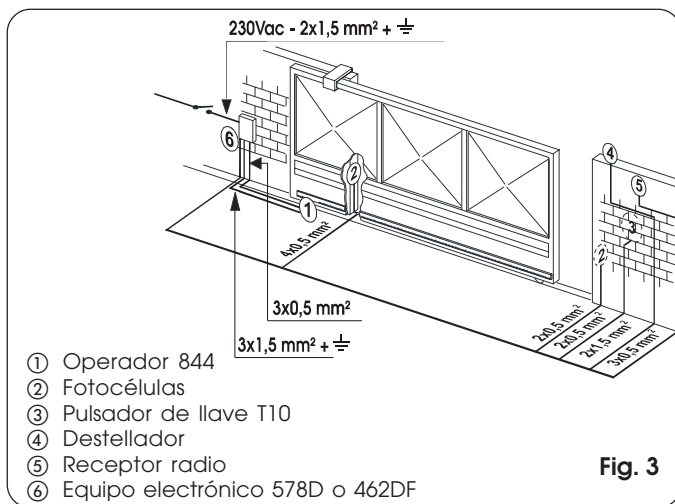
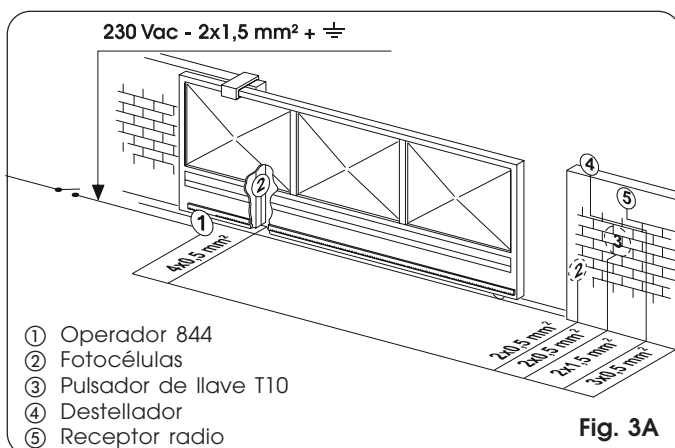

Fig. 3
Fig. 3A
- 4) Coloque los cables eléctricos para la conexión con los accesorios y la alimentación eléctrica como se indica en la Fig. 3 o Fig. 3A.